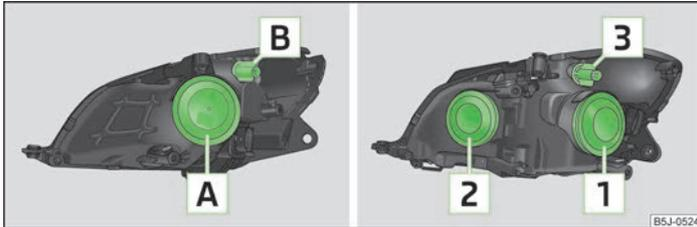

Abb. 143 Glühlampenordnung: Halogen-Scheinwerfer / Halogen-Projektorscheinwerfer
- Die Gummiabdeckung  » Abb. 143 auf Seite 174 abnehmen.
- › Die Gummiabdeckung  » Abb. 143 auf Seite 174 abnehmen.
- › Die Fassung  » Abb. 143 auf Seite 174 bzw. die Fassung  bis zum Anschlag **entgegen dem** Uhrzeigersinn drehen und zusammen mit der Glühlampe für Blinklicht herausnehmen.
- › Die Gummiabdeckung  » Abb. 143 auf Seite 174 bzw.  abnehmen. .